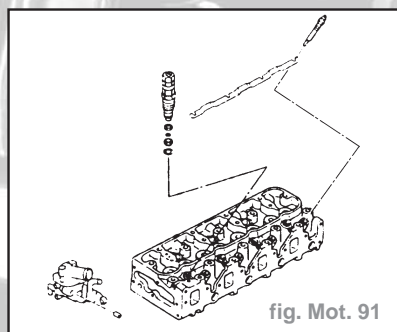

fig. Mot. 91
- Déposer le boîtier de thermostat, le porte-injecteurs, les bougies de préchauffage (fig. Mot. 91).